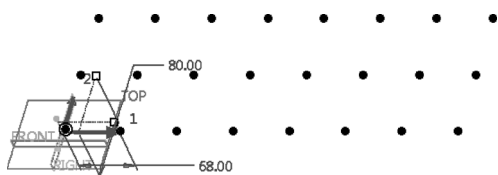

图 5-63 方向阵列的动态预览
6) 在“阵列”选项卡中单击 $\frac{\pi}{2}$ （单击此处添加项）中的方向 2 参考收集器，将其激活，接着选择 FRONT 基准平面作为方向 2 参考，输入方向 2 的阵列成员间的间距“80”，输入方向 2 的阵列成员数“3”，单击 $\frac{\pi}{2}$ （反向第二方向）按钮，此时模型中显示的黑点如图 5-63 所示。